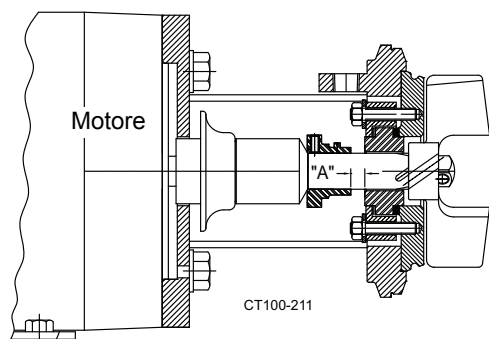

Figura 30 - Regolazione collare di comando per tenuta "DG"
Tabella 8: Legenda dimensioni per Figura 30
5. Con un utensile adatto, impostare il collare di comando sulla dimensione "A" come illustrato in Figura 30 e serrare la vite di arresto del collare di comando.